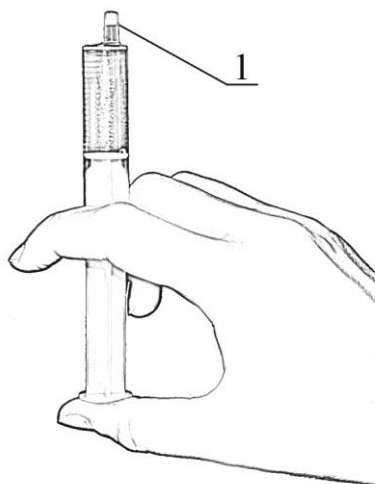

Рисунок 17 — Забор пробы
2.18.3 Для забора пробы удобно использовать шприц 3 объемом 5 см³ с иглой 7 (рисунок 1). Забор пробы следует производить, медленно перемещая поршень шприца до риски 4 см³. Затем перевернуть шприц иглой вверх и еще немного потянуть поршень вниз, чтобы освободить иглу от остатков пробы. Отсоединить иглу от шприца и сразу же присоединить ее к воздухопроводу микрокомпрессора для продувки. Продолжая удерживать шприц вертикально, нужно стравить воздух так, чтобы граница жидкости 1 (рисунок 17) переместилась в конус шприца. Это позволит избежать пролива при вводе пробы в измерительную ячейку плотномера.